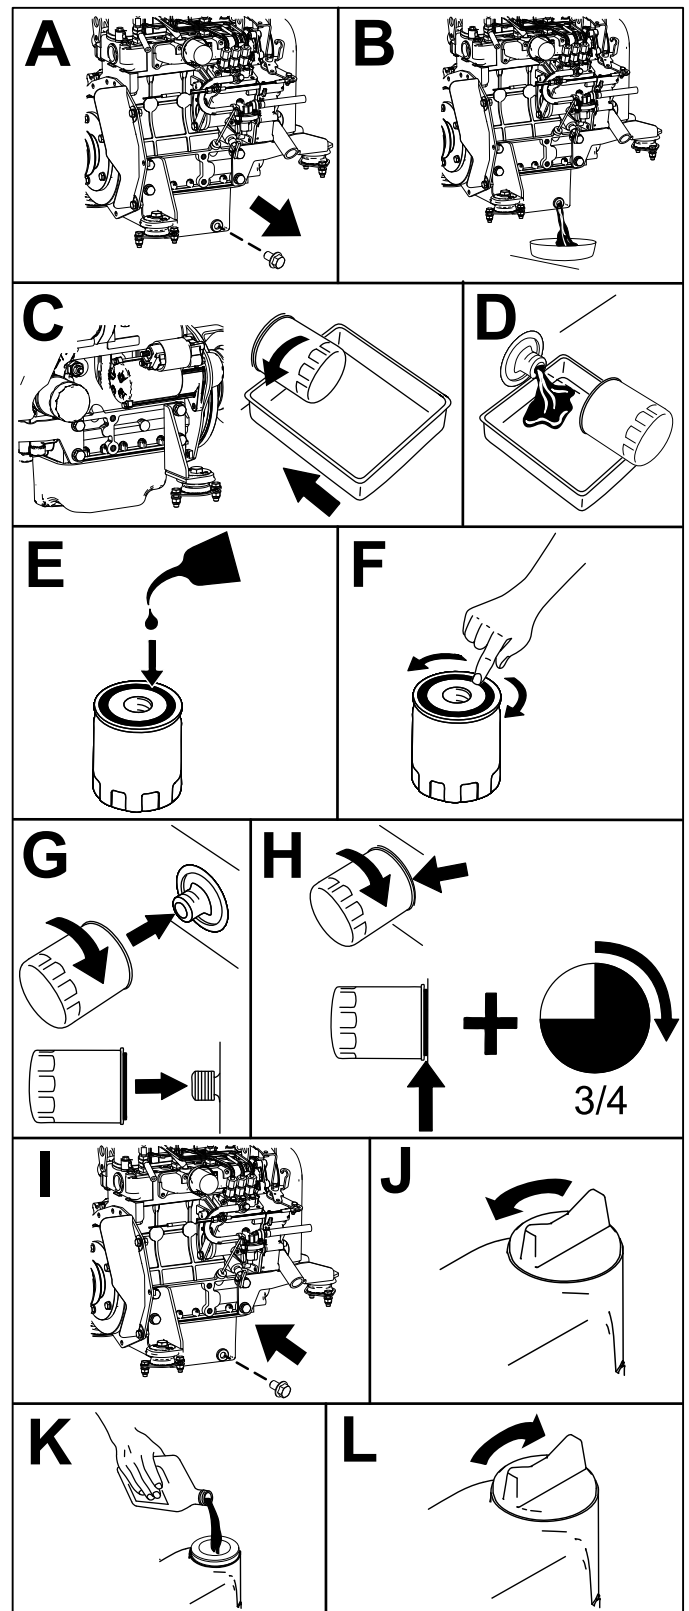

Bild 57
6. Wechseln Sie das Motoröl und den -filter, wie in Bild 57 abgebildet.